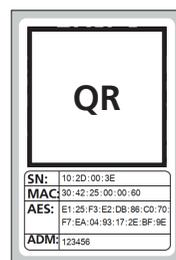

Abb. 3
③ Sie erhalten eine Aufforderung, den mitgelieferten QR-Code des Motorschlusses mit der Kamera des Smartphones einzuscannen. Der QR-Code befindet sich auf dem Aufkleber, welcher der Verpackung beiliegt (Abb. 3).